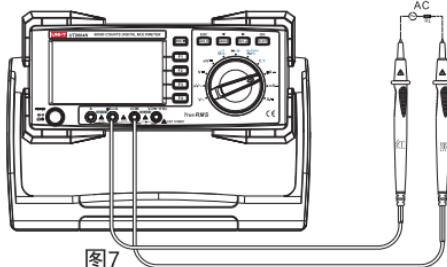

图7
- (1) 将红表笔插入 " μA mA " 或 "A" 插孔，黑表笔插入 "COM" 插孔。
- (2) 将仪表的旋转开关转到 $\mu\text{A}\text{~A}$ 或 $\text{mA}\text{~A}$ 或 $\text{A}\text{~A}$ ，按 SELECT 键选择所需测量的交流，如图7. 将仪表表笔串联待测回路中。